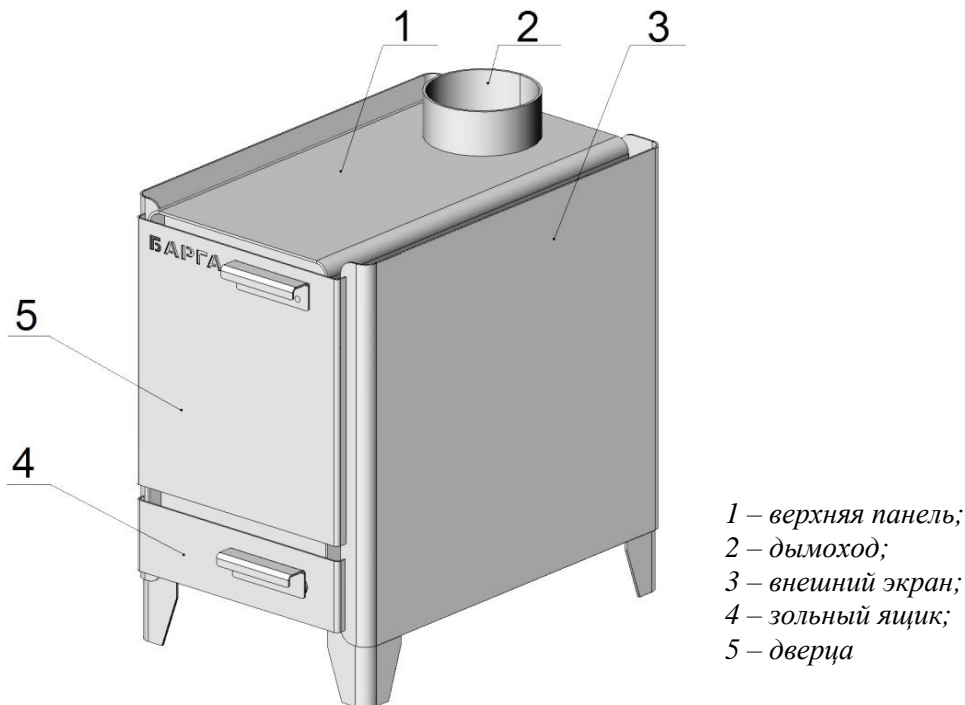

Рисунок 1. Устройство печи.
3.1. Печь представляет собой цельносварную конструкцию (см. рис. 1).